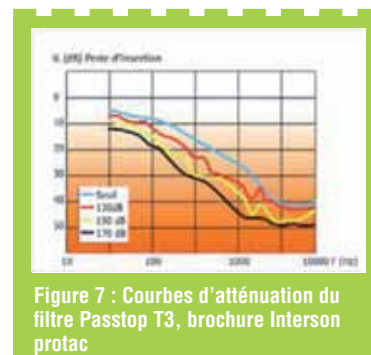

Figure 7 : Courbes d'atténuation du filtre Passtop T3, brochure Interson protac
4. Choix du filtre : Nous optons donc pour des protections sur-mesure type PASSTOP® T3. C'est un filtre passif et non linéaire, l'atténuation devient plus importante lorsque le niveau sonore ambiant augmente (**Figure 7**).